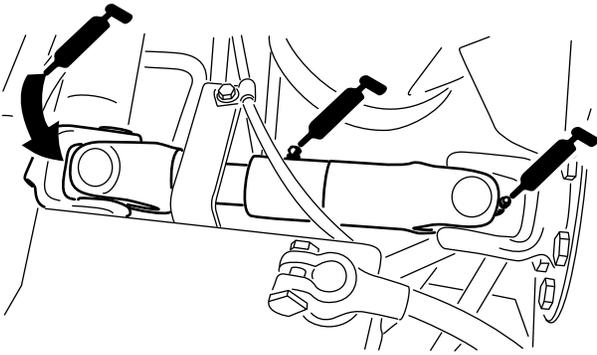

Figura 52
- Articulación de cardán del árbol de transmisión de la bomba (3) (Figura 52).